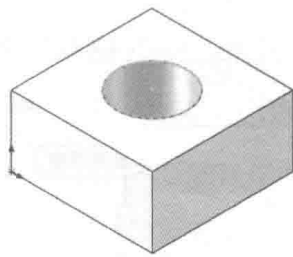

图 1-20 “切除-拉伸”结果
(7) 按“Ctrl+7”组合键(或单击“视图(前导)”工具栏中“视图定向”按钮下的“等轴测”按钮, 将显示变为“等轴测”, 结果如图 1-20 所示。